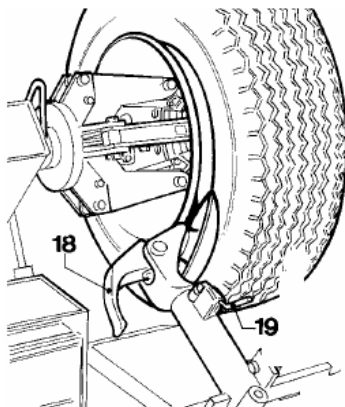

Рисунок 15
- 7) Отведите кронштейн съемного рычага покрышки 14, (рис.14) в сторону и установите его в не рабочее положение, отжав его установочную рукоятку, затем переведите его во второе рабочее положение (рис.15).
- 8) Нажмите на рукоятку установки съемного рычага 19, (рис.15) и поверните головку рукоятки на 180°, пока он автоматически не зафиксируется.